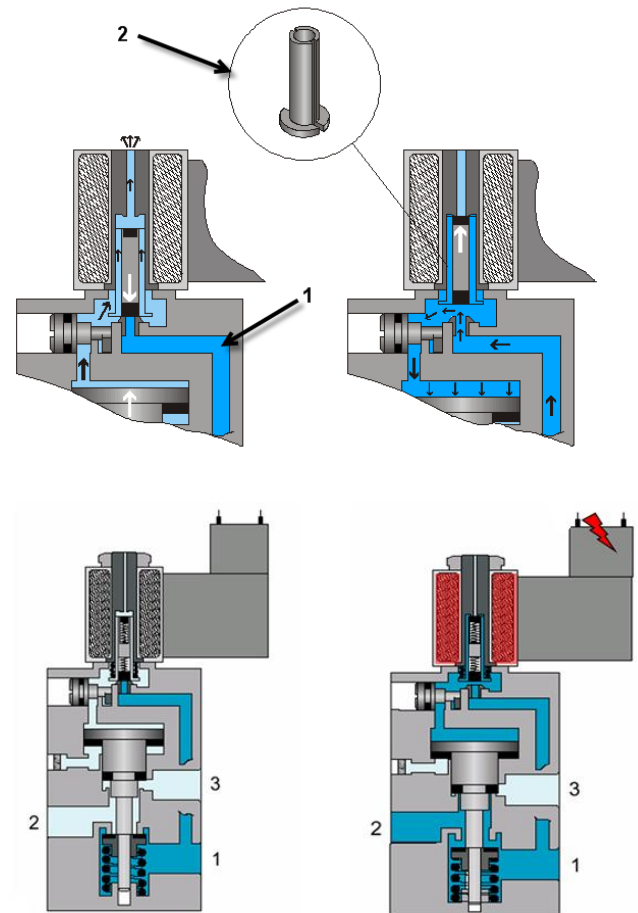

Fig. 9.
Un passage d'air intérieur (1) alimente le distributeur de commande (Fig. 9).
En actionnant la bobine de l'électro-aimant, le distributeur de commande commute et actionne le distributeur principal (Fig. 9 droite).